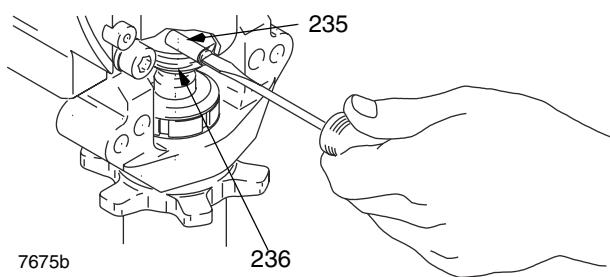

Рис. 1
- Отвинтите от насоса трубку всасывания (34), придерживайте ключом впускной клапан (A) насоса, с целью недопущения ослабления крепления насоса.
- Отсоедините выходной шланг насоса (100) от выходного патрубка поршневого насоса (60).
- Рис. 1. При помощи отвертки, сдвиньте вверх стопорную шайбу (236) в верхней части насоса. Вытолкните шпильку (235).